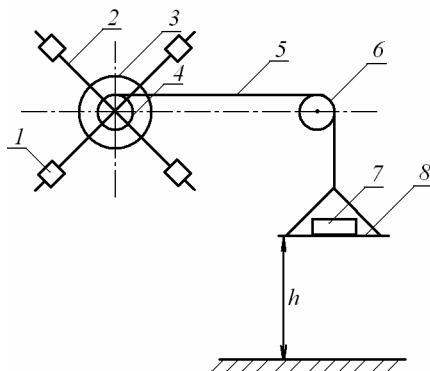

Рис.1. Схема установки: 1 - цилиндрический груз; 2 - крестообразный стержень; 3 - большой шкив; 4 - малый шкив; 5 - нить; 6 - блок; 7 - груз; 8 - площадка.
I. ОПИСАНИЕ УСТАНОВКИ И МЕТОДА ИЗМЕРЕНИЙ Маятник Обербека (рис.1) представляет собой маховик с крестообразными стержнями 2, по которым могут перемещаться и закрепляться в нужном положении цилиндрические грузы 1 одинаковой массы. На оси маховика находятся два шкива 3, 4 различного радиуса. На один из них наматывается нить 5. Нить перекинута через неподвижный блок 6. К концу нити прикреплена площадка 8. При помощи грузов различной массы 7, помещаемых на площадку, маятник приводится во вращение.